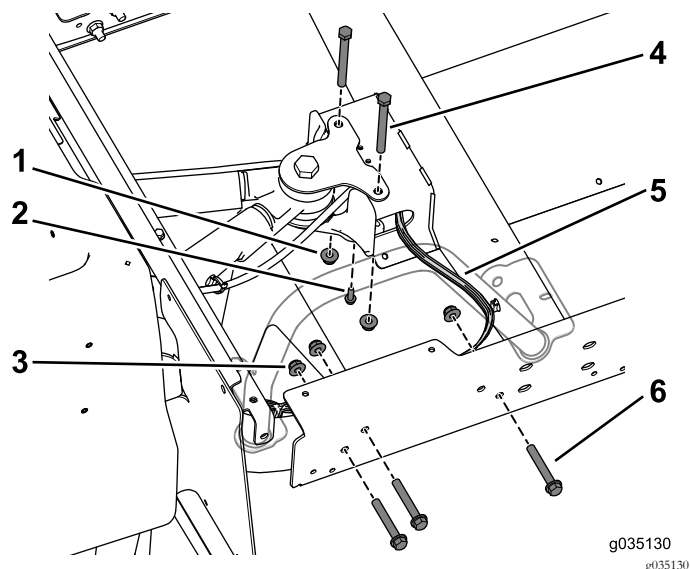

図 68
7. スイングアーム用のマウントをセンターチャネルに固定しているボルトとフランジナットを外す 図 68。